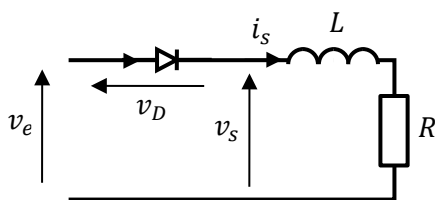

Figure 14 : charge RL
- Charge RL (Figure 14) . La Figure 15 représente sur l'intervalle $[0, 2\pi]$ le graphe du courant solution de l'équation différentielle $Ri(t) + L \frac{di}{dt}(t) = \sqrt{2} V \cdot \sin(\omega t)$, avec comme condition initiale $i(0) = 0$. Valeurs numériques : $V = 30 \text{ V}$, $R = 25 \Omega$, $L = 0,1 \text{ H}$.